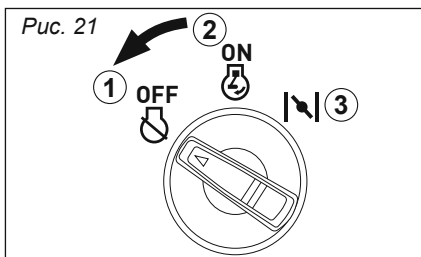

Рис. 21
2. Поверните переключатель «3 в 1» в положение 1 «ВЫКЛ» (рис. 21).